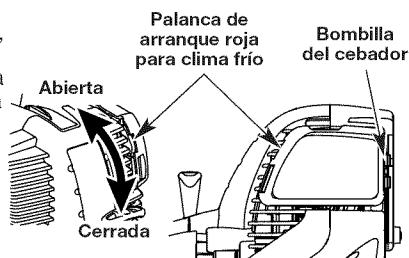

Fig. 11
SI HAY FRÍO... En tiempo de frío (por debajo de 40°F), mueva hacia abajo la palanca de arranque roja para clima frío (Fig. 11) a fin de ponerla en la posición cerrada, y continúe con el paso 3. **NO** mueva esta palanca si la temperatura está por encima de 40°F.
- Oprima completamente y libere la pera del cebador 10 veces, lentamente. Deberá verse alguna cantidad de combustible en la pera del cebador (Fig. 11). Si no puede ver combustible en la pera, oprima y suelte la pera tantas veces como sea necesario hasta que vea combustible en la misma.
- SI HAY FRÍO...** En tiempo de frío (por debajo de 40°F), mueva hacia abajo la palanca de arranque roja para clima frío (Fig. 11) a fin de ponerla en la posición cerrada, y continúe con el paso 3. **NO** mueva esta palanca si la temperatura está por encima de 40°F.